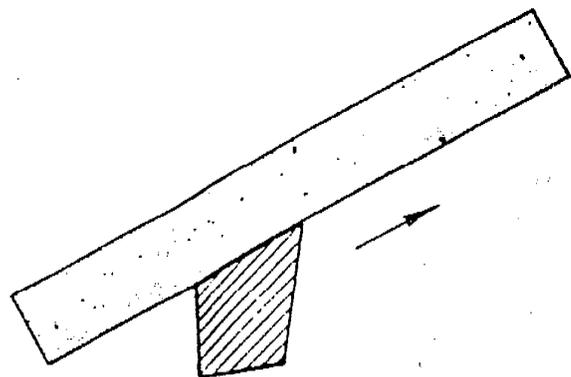

Figura 17
- b. Afilar la cara de ataque (Figura 17).